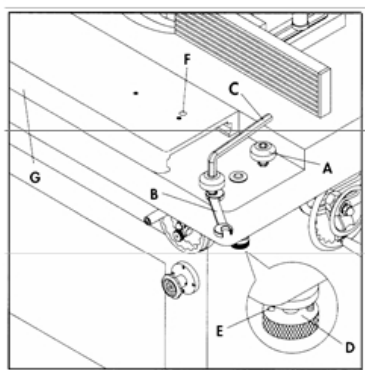

Рис. 3.40
Есть шесть регулируемых эксцентриковых роликов (А) на подвижном столе (Рис. 3.40). При необходимости его движение можно отрегулировать следующим образом:
Для управления подвижным столом (G) Рис. 3.40, вытяните и поверните ручку (D), пока она не останется в выдвинутом состоянии, как показано на рисунке. Затем подвижный стол можно двигать назад и вперед. Чтобы зафиксировать положение подвижного стола, просто поверните ручку (D), пока она не переместится в крайнее верхнее положение, а штифт на другом конце ручки не войдет в отверстие нижней части стола.